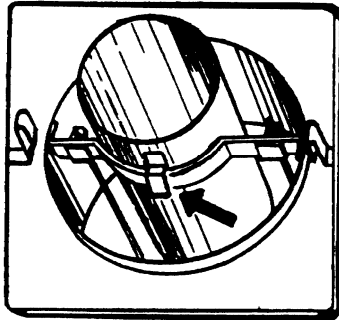

Fig. 3
Montieren Sie das Mauerteil mit Gitter A an der Aussenseite der Mauer. Die Zwischenräume müssen Sie gut mit Zementmörtel auffüllen. Schieben Sie Zimmerteil B von innen aus über das Rohr von Teil A. Die Zwischenräume wieder gut mit Mörtel auffüllen, so dass die Wandplatte gut gegen die Zimmerwand anschliesst. Dann die Länge der Ziehstangen D am Ende mit Schraubengewinde an der Dicke der Mauer anpassen. Für 'Aussenwand mit Gitter' gilt : die Länge der Ziehstange ist die Dicke der Mauer plus 35 MM. Haken Sie nun das gebogene Ende der Ziehstangen D über die Querstütze des Aussenteils. Die Gewindenenden stecken Sie durch die kleinen Öffnungen der Stützen. Nun bringen Sie die Runden an und spannen Sie die Muttern leicht an. Kontrollieren Sie, ob die Aussenwand auf der richtigen Höhe montiert ist und ob die Wandplatten und der Abschluss horizontal montiert sind. Dann die Muttern gut festdrehen. Die Fugen zwischen den 2 Röhren mittels eines hitzebeständigen Kohlenschütters abdichten. Schliesslich das offene Abfuhrrohr C über das Mauerteil schieben, bis der Anschlag über die Querstütze hakt (Fig. 3).
Finally, push the loose outlet pipe (C) over the wall section until the stop hooks over the transverse support (fig. 3).